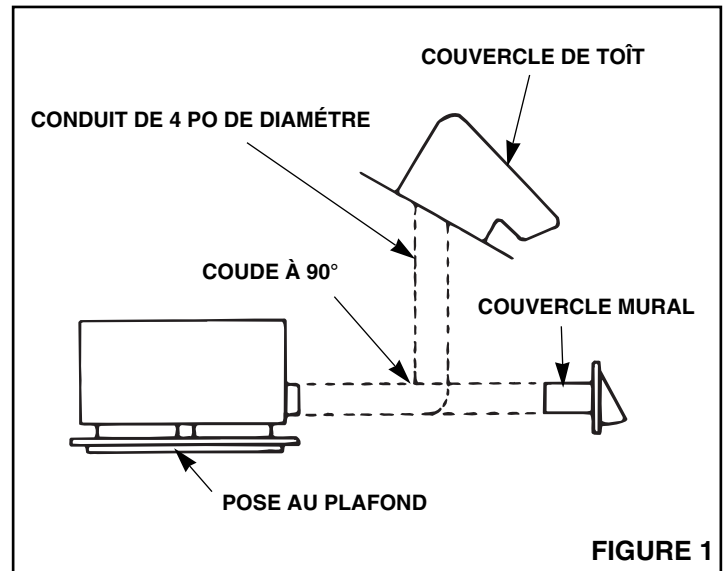
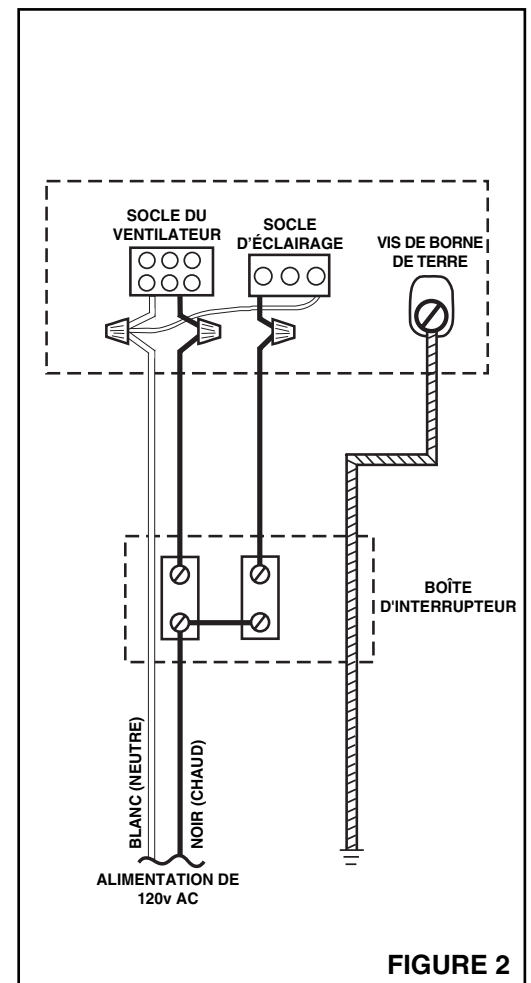

FIGURE 1
FIGURE 2
- Voir Figure 1.** Utiliser un conduit rond de 4 po comme décharge extérieure pour le ventilateur.
Voir Figure 2.
Voir Figure 2 pour les raccords et Figure 1 pour les conduits.